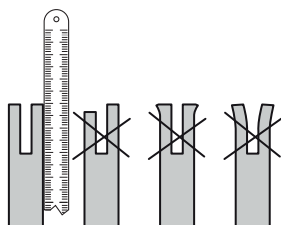

Fig. 47
- > Appliquez le bord droit d'une règle contre le bord des lames de coupe, comme indiqué sur l'illustration ci-contre. Si le rail du guide-chaîne est en bon état, il ne doit pas y avoir d'interstice entre la règle et le guide-chaîne. S'il y a un interstice le rail du guide-chaîne est usé et doit donc être remplacé par un autre rail du même type (Fig. 47).